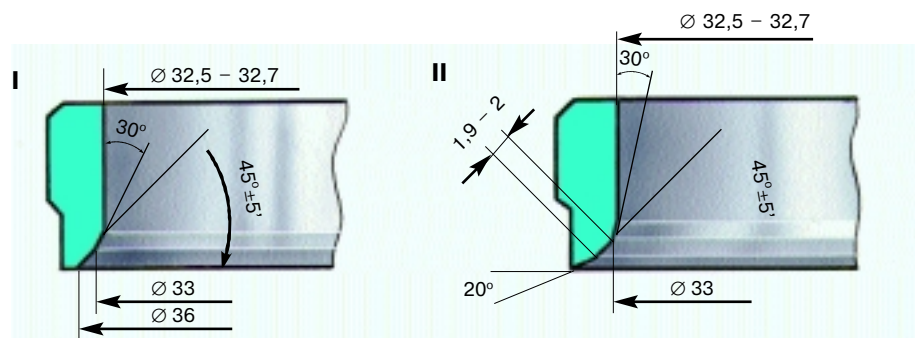
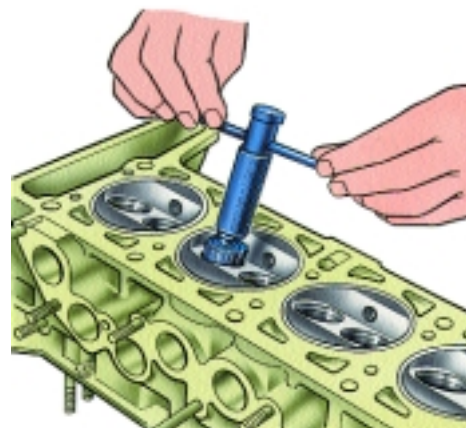

Рис. 2-95. Профиль седла впускного клапана двигателя мод. 2106-70: I – новое седло; II – седло после ремонта
Рис. 2-98. Сужение фаски впускного клапана зенкером, установленным на шпинделе
**Проверка и шлифовка седел клапанов.** Форма фасок седел клапанов показана на рис. 2-95 и 2-96.
У седел впускных клапанов ширину рабочей фаски доведите до величин, указанных на рис. 2-95, сначала отработав внутреннюю фаску зенкером (рис. 2-98) до получения размера  $\varnothing 33$  мм, а затем фаску 20° зенкером до получения рабочей фаски шириной 1,9-2 мм (см. рис. 2-95).